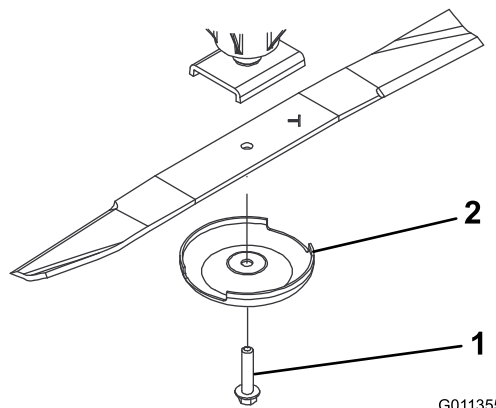

Figura 102
- Retire o parafuso da lâmina, o recipiente antidanos e lâmina do eixo (Figura 102).